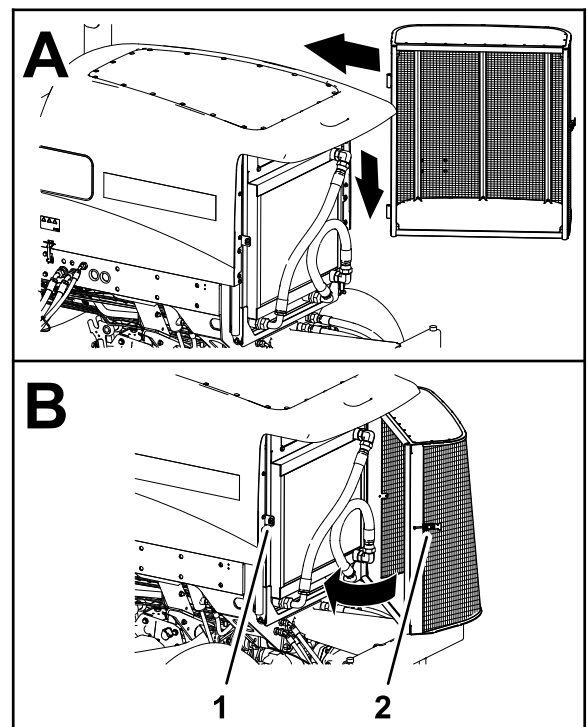

Figure 101
8. Accrochez la grille sur les axes d'articulation (Figure 101).